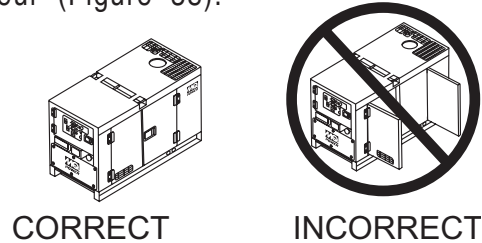

Figure 38. Portes du Coffret du Moteur
- Fermez toutes les portes de l'enceinte du moteur (Figure 38).